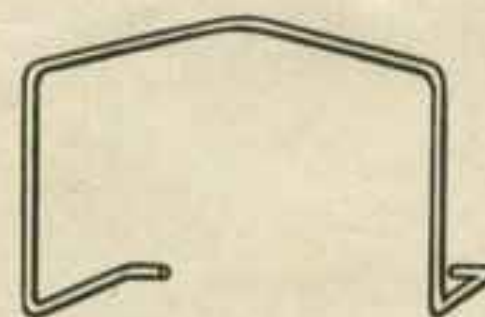

Fig. 10
**Die Zählerkulisse für den Anschlag des Reihenzählers, Fig. 10**